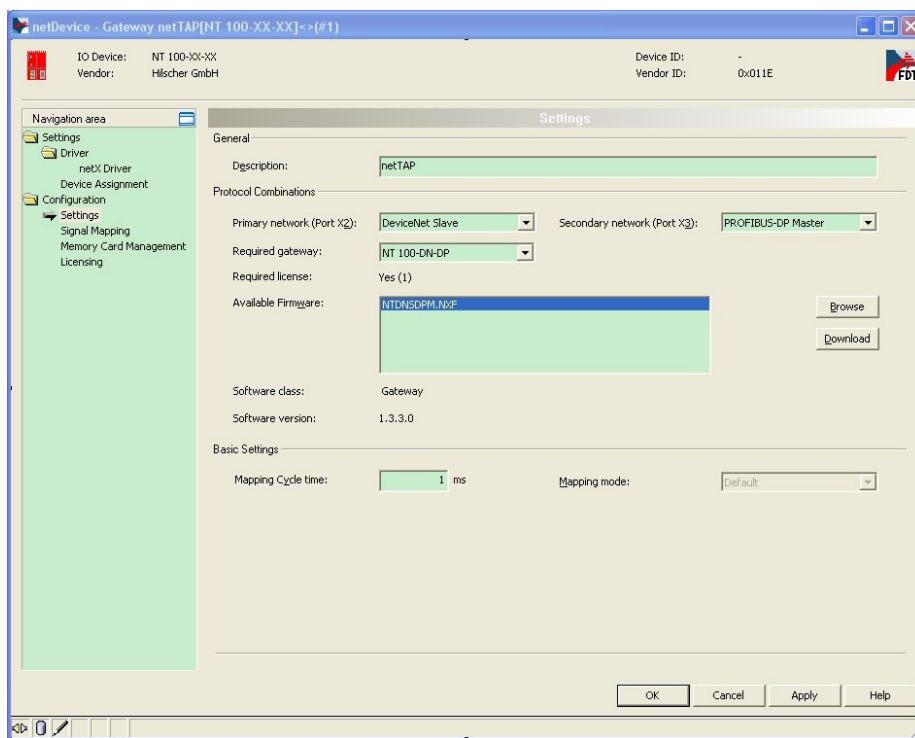

图 13
(13) 在“Setting”栏中，作如图 13 选择，X2 端口选择“DeviceNet Slave”，X3 端口选择“PROFIBUS-DP Master”，在单击对应的 Firmware 后，单击“Download”按钮下载 Firmware。在以后使用时，如果转换的协议没有改变，那该固件只需要下载一次即可。